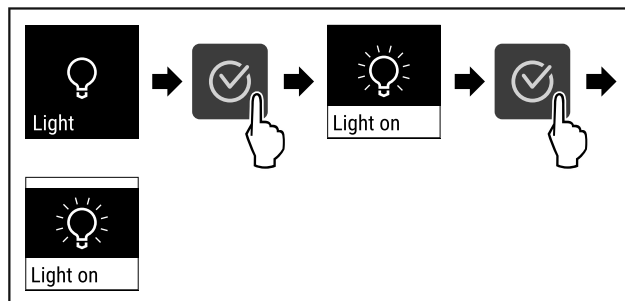

Fig. 72
- ▶ Végezze el a gyakorlati lépéseket (lásd Fig. 72).